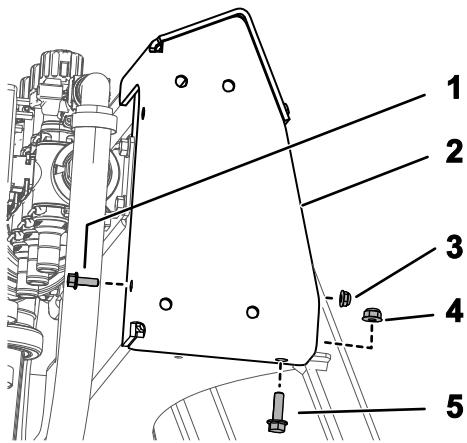

Figure 2
1. Montez le support supérieur au moyen de 1 boulon (1/4-20 x 3/4 po), 1 écrou (1/4-20 po), 1 boulon Whiz (5/16-18 x 1 po, GR5) et 1 écrou à embase (5/16-18 po), comme montré à la Figure 2.